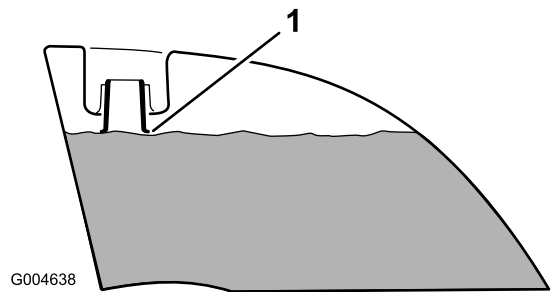

Figura 40
4. Añada combustible a ambos depósitos hasta que el nivel llegue al extremo inferior del cuello de llenado (Figura 40). **No llene demasiado los depósitos.**